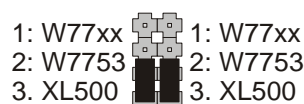

Fig. 6. Jumperinstellingen voor CLCM4T,5T,6T (PANTHER)
3. Controleer of de jumperinstelling overeenkomt met Fig. 6 en de wandmodule bedrading met Tabel 2 / Tabel 3.
In Fig. 6 zijn de jumperinstellingen afgebeeld voor de CLCM4T,5T en 6T bij aansluiting op een PANTHER.